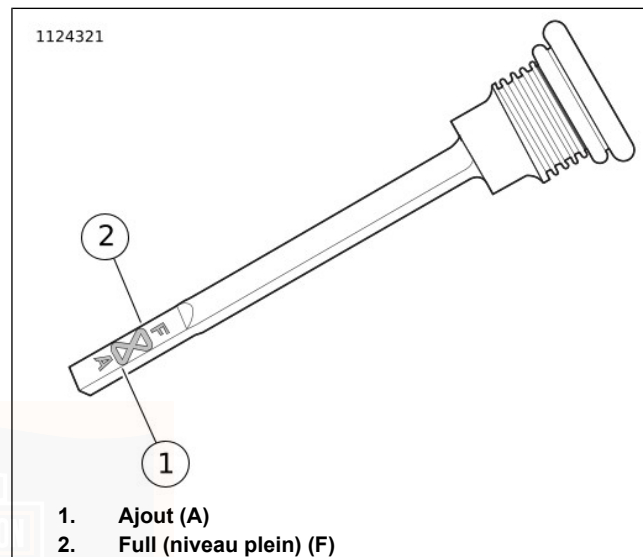

Figure 49. Niveau du lubrifiant de transmission
5. Voir Figure 49 . Déposer le bouchon de remplissage/la jauge. Vérifier le niveau de lubrifiant sur la jauge. Un niveau d'huile correct est situé entre les repères Add (ajouter) (A) (1) et Full (niveau plein) (F) (2).
6. Vérifier le niveau de lubrifiant. Ajouter suffisamment de lubrifiant pour amener le niveau entre les repères Add (A) (Ajouter) et Full (F) (Niveau plein). Voir Figure 49.